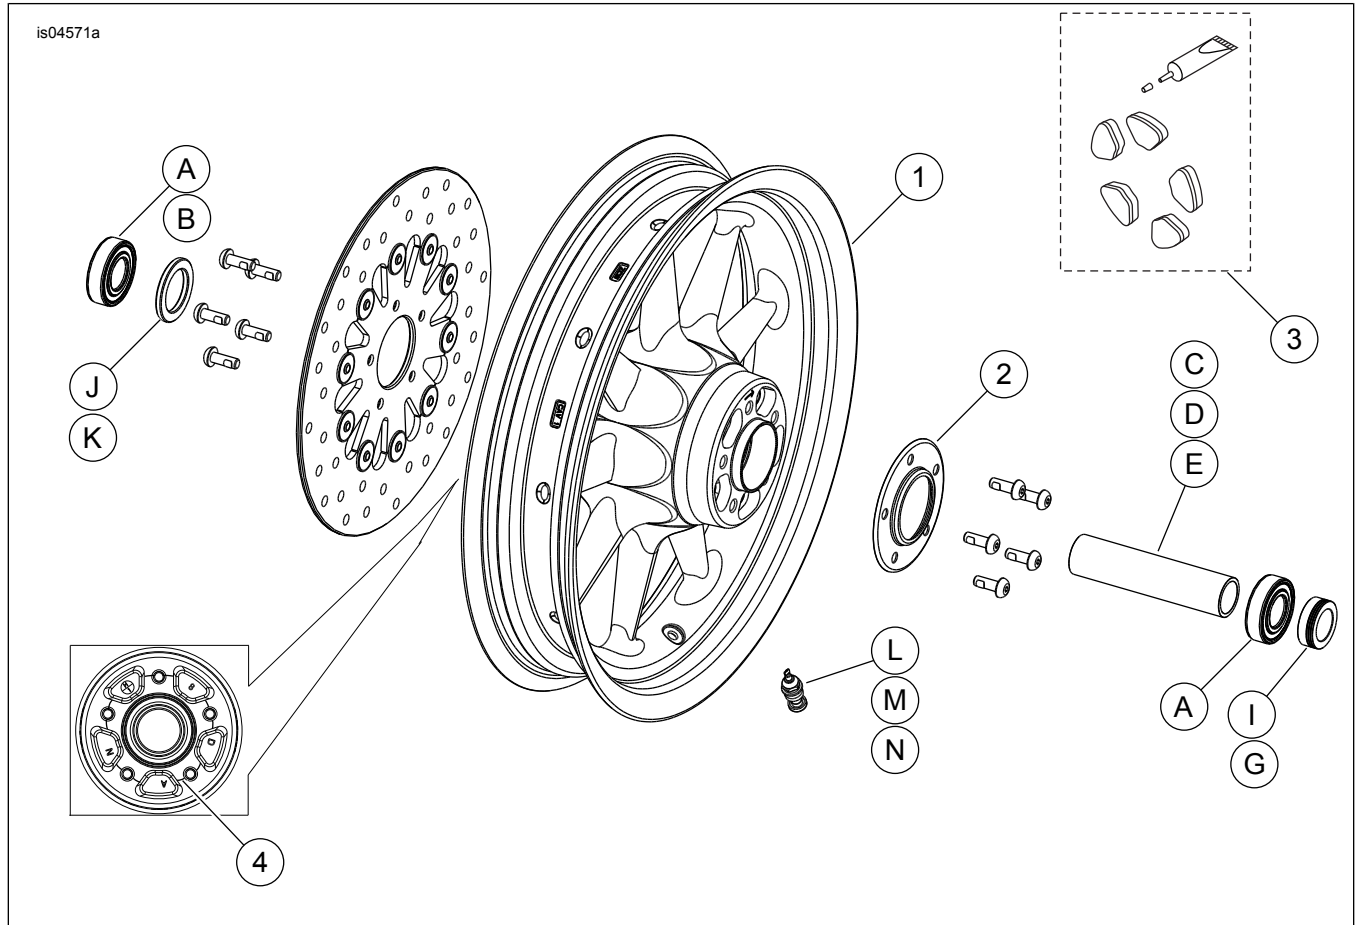

Abbildung 1. Werkstatthandbuch: Vorderräder mit neun Speichen
Siehe Abbildung 1 und Ersatzteiletabellen.
2. Siehe Abbildung 1. Die Ventilschaft-Baugruppe (L, M oder N) am Rad anbringen. Siehe REIFEN im Werkstatthandbuch.
6. Vorderrad (1), Originalachse und Originalachsmutter einbauen. Siehe VORDERRAD im Werkstatthandbuch.